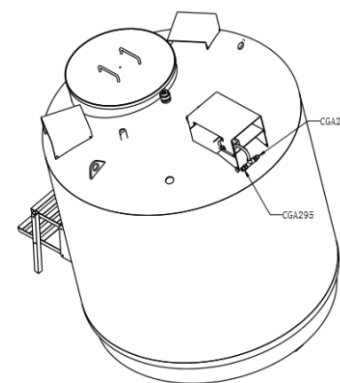

图3 输液系统安装示意图
- 2). 液氮输送系统的安装: 共设有2路CGA295液氮接口，用户可根据需要接入备用液氮罐（见图3）。
- ①低温管道连接 将液氮输送管一端连接在本产品后部的CGA295接头上(如图3)，另一端连接低温管道上，液氮容器输入压力不应超过1MPa。